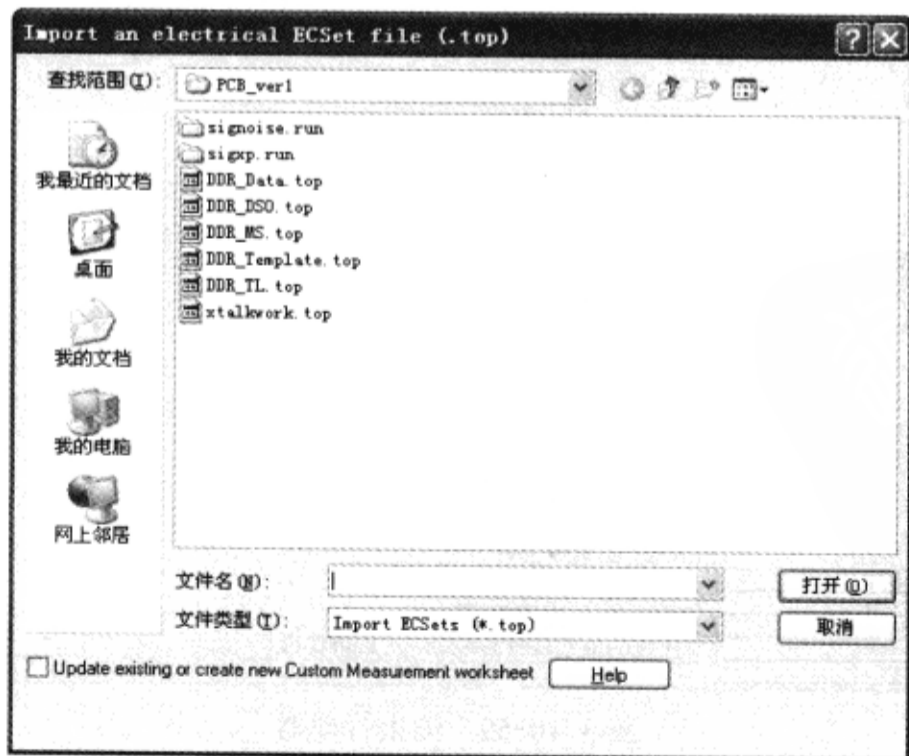

图 3-10-61 输入约束
(7) 从“Allegro Constraint Manager”对话框执行菜单命令“File”→“Import”→“Electrical Csets”，弹出“Importan electrical ECsetsfile (.top)”对话框，如图 3-10-61 所示。在当前目录下列出所有拓扑文件。